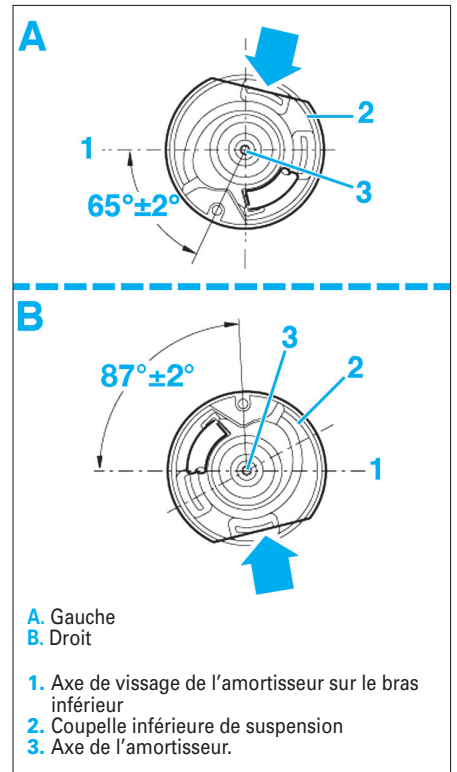

Fig. 11
- Tenir compte des différentes positions de montage à gauche et à droite de la coupelle inférieure du ressort (Fig.11).